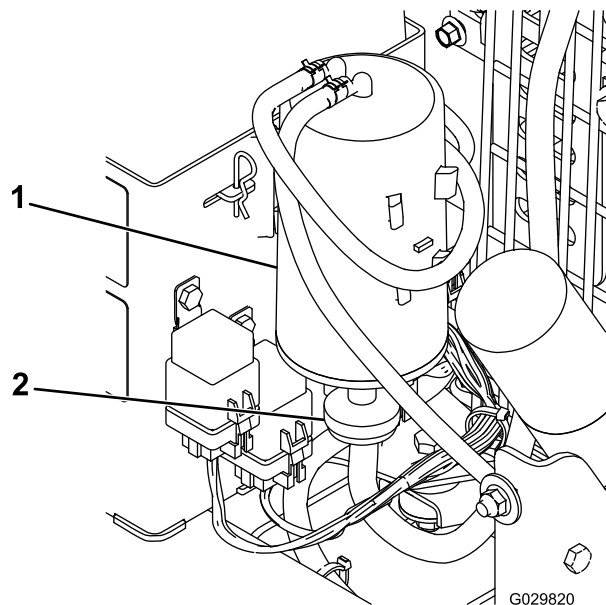

Figura 38
2. Togliete il filtro dell'aria del canister a carboni attivi e scartatelo (Figura 38).